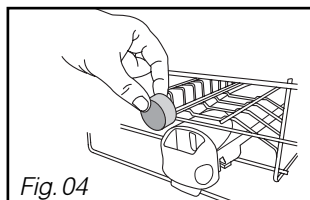
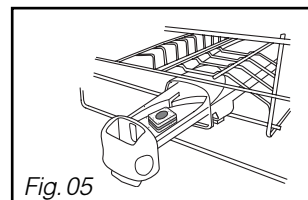

Fig. 04
Fig. 05
non multifonction dans le compartiment extérieur (Fig 04)
ou pour un fonctionnement optimal, tirez le tiroir du distributeur et disposez la pastille. (Fig 05)
- **Disposez la pastille** dans le compartiment extérieur (Fig 04 page précédente), **ou** pour un résultat optimal, tirez le tiroir du distributeur et disposez la pastille à l'intérieur. (Fig 05 page précédente).